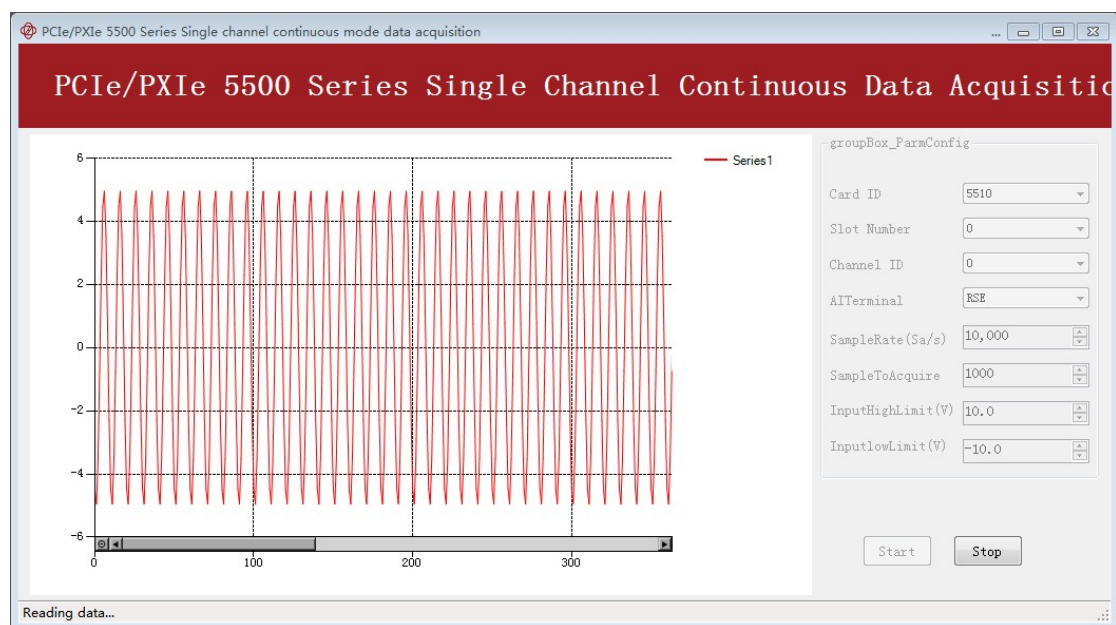

图 12 Windows 下 运行范例界面
- 单击“Next”按钮，开始安装，如下图所示，部分系统会弹出用户账户控制请求界面，如图 12 所示，单击“是”即可继续安装。